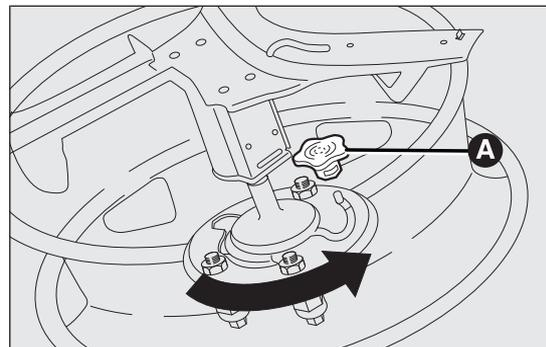

fig. 125
- fixer le support cranté sur la roue perforée à l'aide des 2 vis (insérer le support de l'extérieur de la roue). Raccrocher le câble métallique de retenue dans son logement et replacer le capuchon de protection A fig. 125 ;